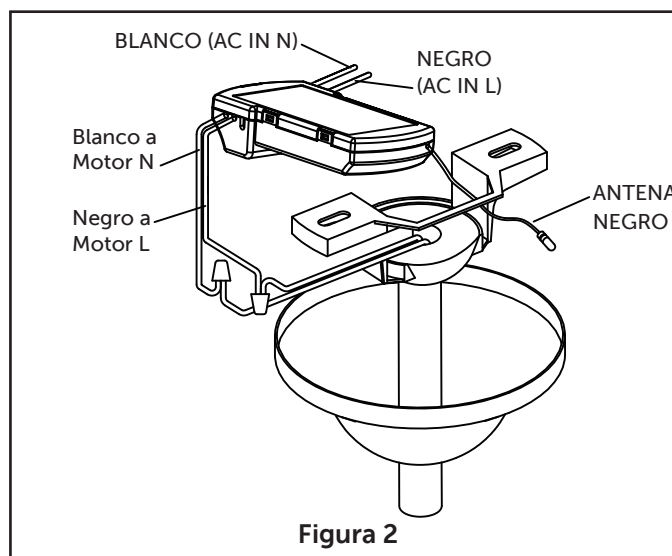

Figura 2
- Coloque todos los cables conectados y la antena del receptor para permitir la instalación en la carcasa del techo. (Figura 2)